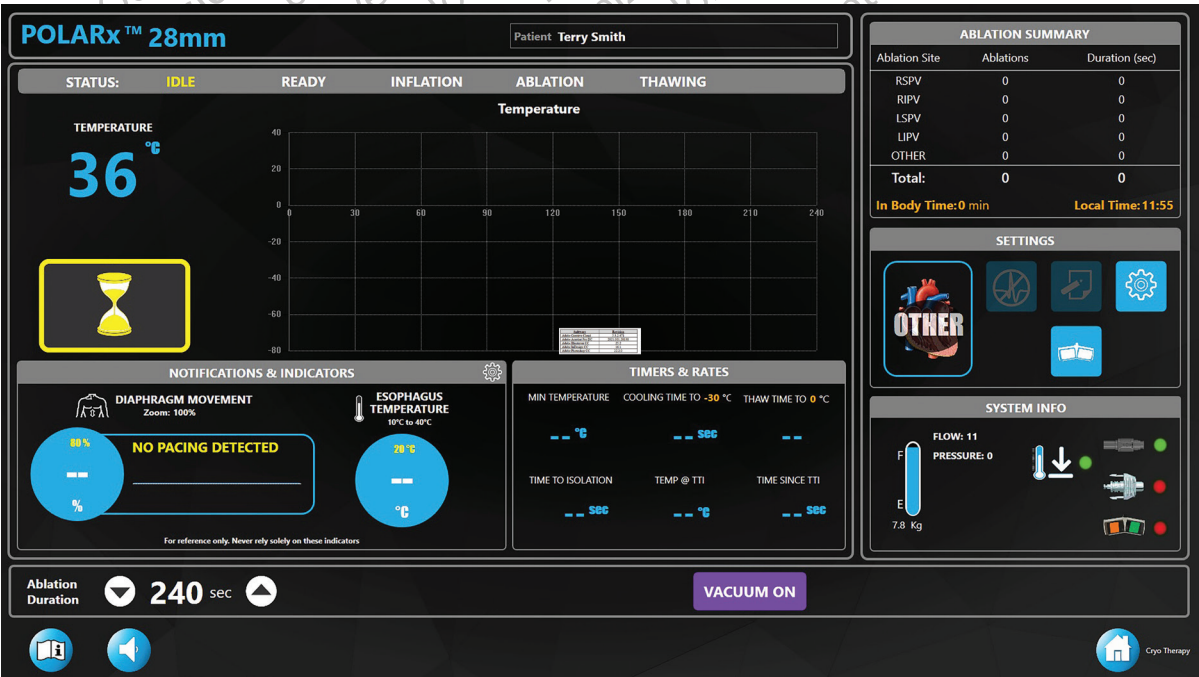

Figura 5. Schermata Therapy (Terapia) – stato IDLE (Inattivo) – Catetere valido connesso
3. Premere il pulsante **VACUUM ON** (Accensione del vuoto) nella schermata Therapy (Terapia) (Figura 5).